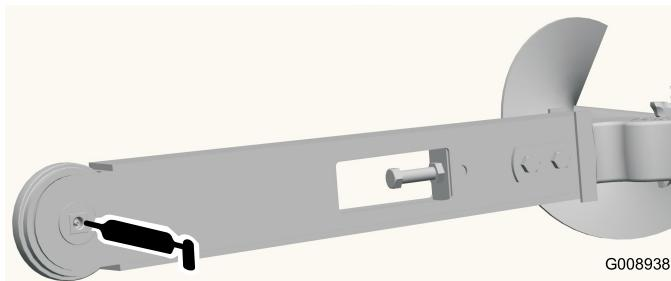
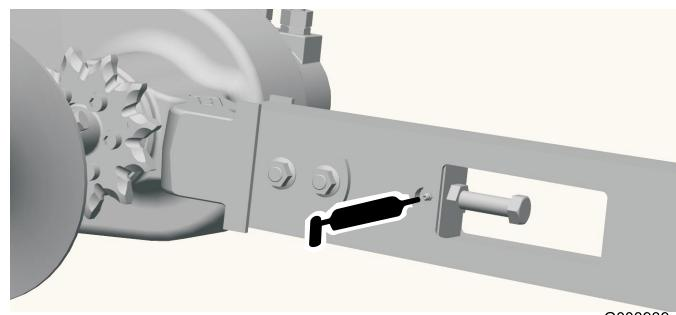

Figura 8
Figura 9
Lubrificate 2 raccordi, come illustrato in Figura 8 e Figura 9, ogni giorno e subito dopo ogni lavaggio.
11. Fate scorrere la nuova ruota sull'albero come illustrato nella figura 8 .